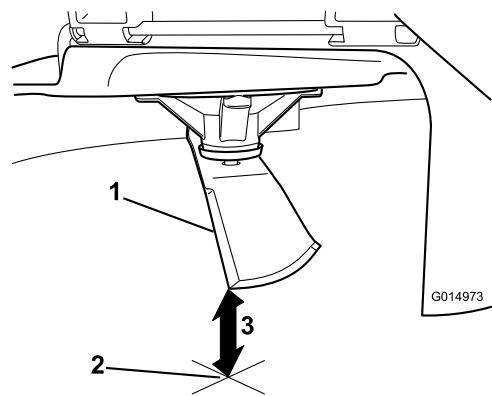

Figure 90
3. Mesurez la distance entre la pointe de la lame et la surface plane (Figure 90).